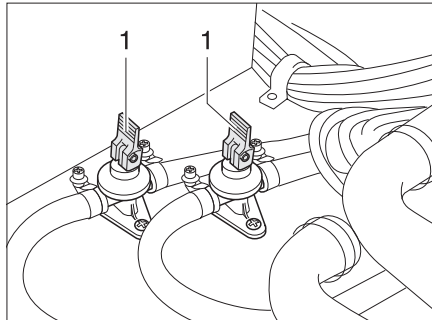

Bild 120 Ablasshähne
- Ablasshähne schließen. Dazu die Kipphebel (Bild 120,1) waagrecht stellen.
- Ablasshähne (Bild 120) öffnen. Dazu die Kipphebel (Bild 120,1) senkrecht stellen. Der Boiler wird über die Ablasshähne nach außen entleert.